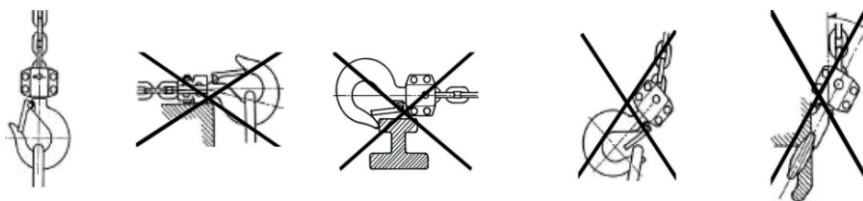

Рис. 6 Правильная фиксация тали и груза
- Убедиться, что таль правильно закреплена на опорной точке крепления, что предохранительная скоба на крюке защелкнута. Запрещается подвешивать таль способом зацепа крюка за различные выступы и кронштейны, не предназначенные для этой цели (рис. 6). Таль должна подвешиваться на приспособление, способное выдержать суммарно поднимаемый груз и массу тали.